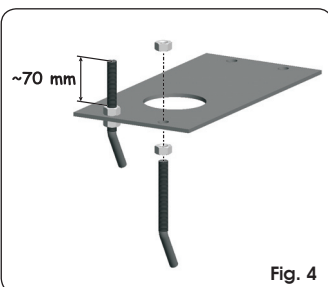

Fig. 4
1. Ensamble la placa de cimentación tal y como se indica en la Fig. 4.